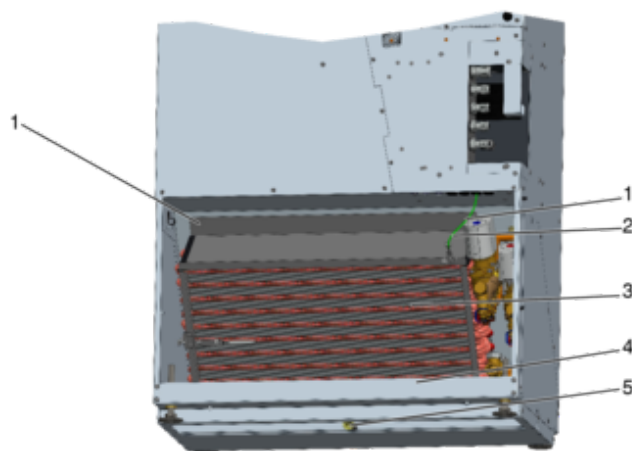

Abb. 40: Wärmeübertrager SCHOOLAIR-V-1800
Schutzleiter (Abb. 40 /2) am Wärmeübertrager lösen.
Wärmeübertrager (Abb. 40 /3) durch lösen der beiden Kreuzschlitzschrauben (Abb. 40 /1) lösen und nach oben aus dem Gerät ziehen.
7. ▶ ■ Die Kondensatwanne (Abb. 40 /4) mit handelsüblichen Reinigungs- oder Desinfektionsmitteln reinigen.
- Kondensatablauf (Abb. 40 /5) (optional) auf freien Ablauf prüfen.